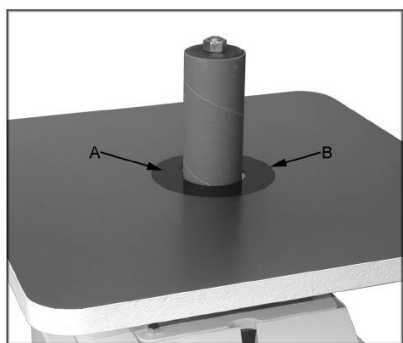

Fig 2
Placer l'insertion de table (A, Fig 2) appropriée, tout en veillant à ce que le dispositif antigiratoire (B) soit encliqueté dans la table.